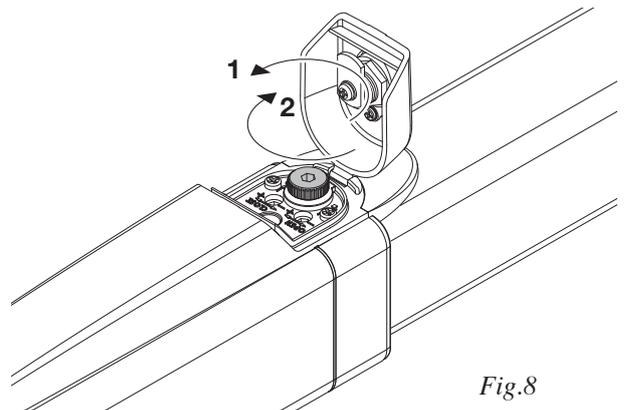

Fig.8
- Girar el pomo en sentido contrario a las agujas del reloj para desbloquear la automatización. (Fig.8)